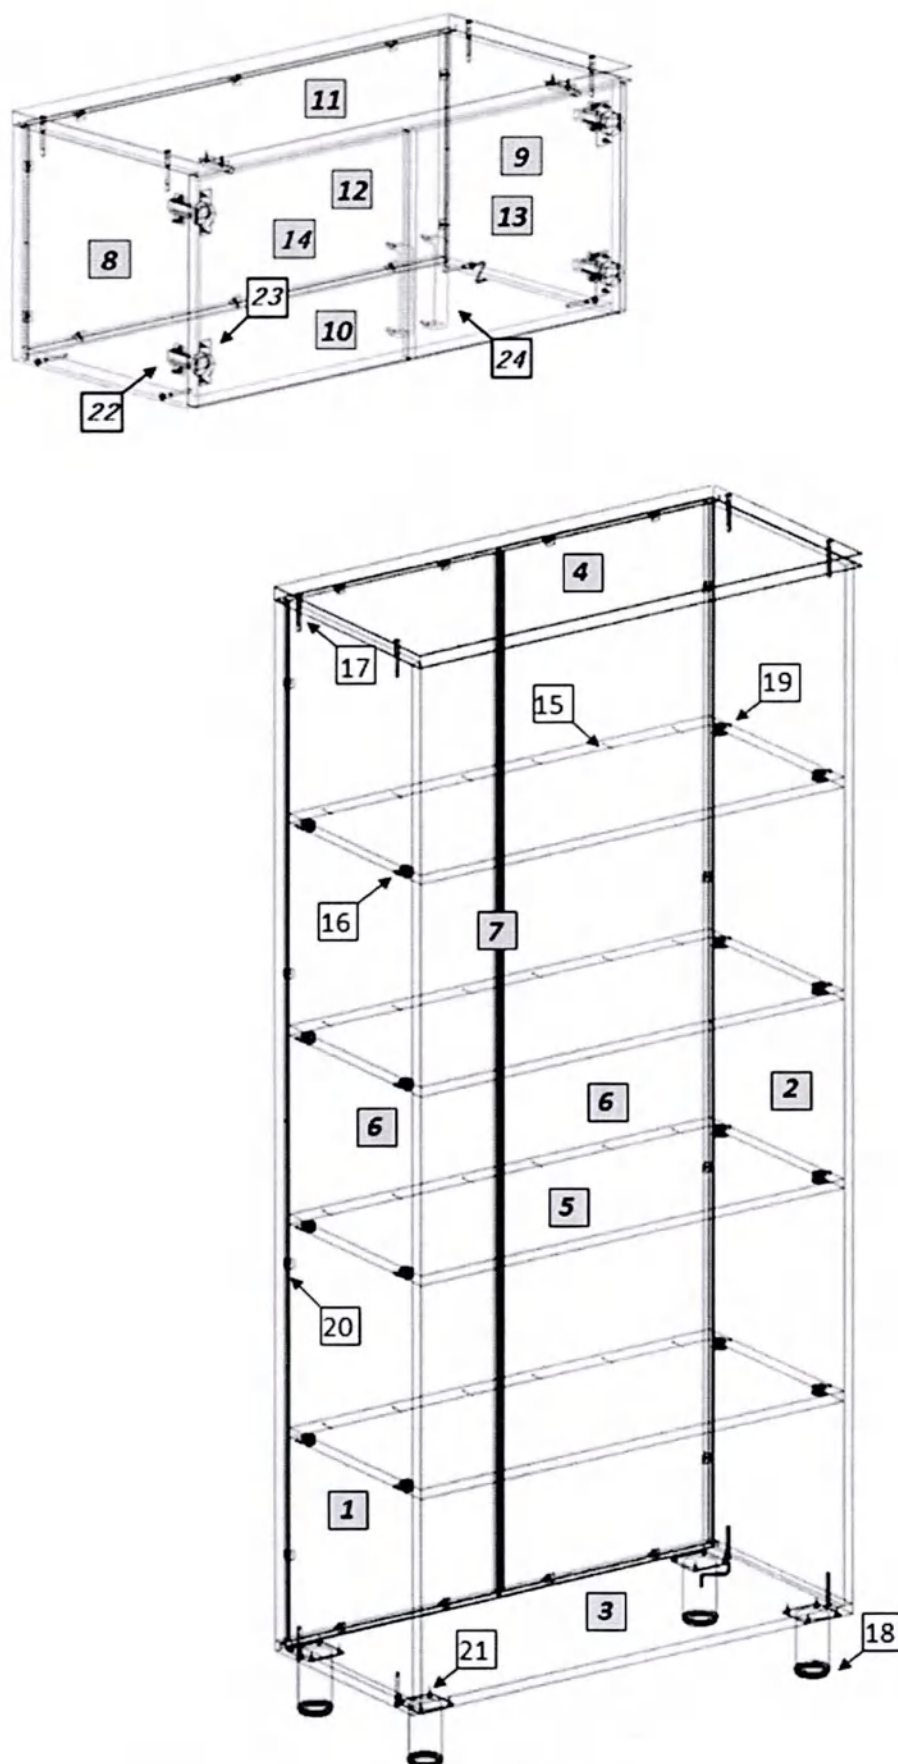

Рис. 1
1. Внимательно ознакомьтесь со схемой сборки, изображённой на рис. 1, сверяясь со спецификацией на изделие. Согласно схеме и спецификации определите расположение деталей в изделии и порядок их сборки. Сборка производится на ровном полу, укрытом материалом, предотвращающим повреждение покрытия пола и деталей мебели. Подготовьте необходимые для сборки инструменты – плоскую и крестовую отвёртки, молоток, рулетку или линейку.
2. На боковых стенках (1,2) установите ввинчиваемые дюбели эксцентриковых стяжек (8). На горизонтальных стенках (5) установите эксцентриковые стяжки (12). Евровинтами (10) соедините вертикальные стенки (1,2) с горизонтальной нижней стенкой (3) и крышкой (4), установив в пазы задние стенки (6). В стык задней стенки устанавливается соединительный профиль (7). Закрепите задние стенки в пазах уголками (13). Установите и закрепите горизонтальные стенки (5), гвоздями (8) зафиксируйте к ним задние стенки. На горизонтальной нижней стенке (3) шурупами (14) закрепите опоры (11).